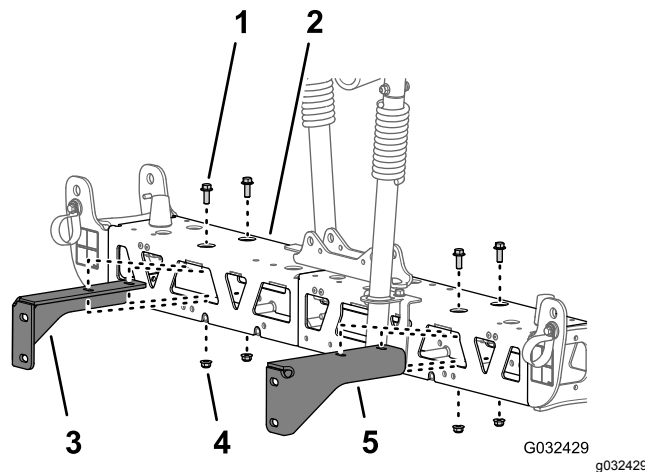

Figura 49
- Retire los 2 pernos con arandela prensada (3/8" x 1") y las 2 contratuercas con arandela prensada (3/8") que sujetan el soporte a la sección de fumigación central, y retire el soporte (Figura 49).
- Retire los 2 pernos con arandela prensada (3/8" x 1") y las 2 contratuercas con arandela prensada (3/8") que sujetan el otro soporte a la sección de fumigación central, y retire el soporte (Figura 49).